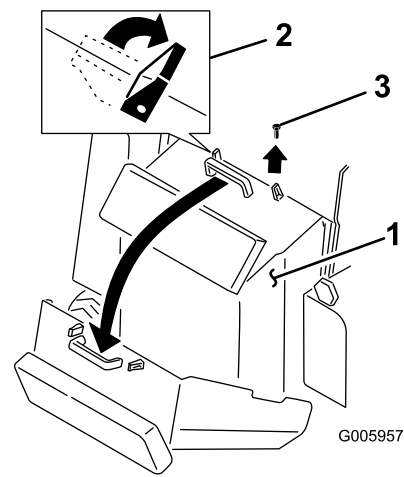

Figura 26
2. Abra las dos pestañas de cierre de la parte superior del panel de acceso trasero (Figura 26).
3. Retire el perno situado junto a la pestaña de cierre derecho (Figura 26).
4. Sujete el asa y tire del panel hacia arriba y hacia atrás para abrirlo (Figura 26).